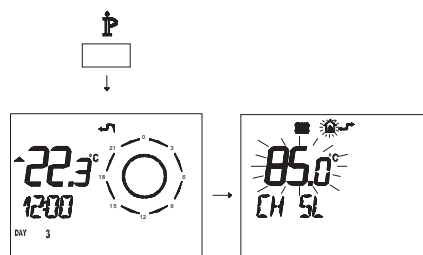

Figura 5.48
- Premere per più di 3 secondi il pulsante IP per entrare in modalità *INFO* (Figura 5.48).